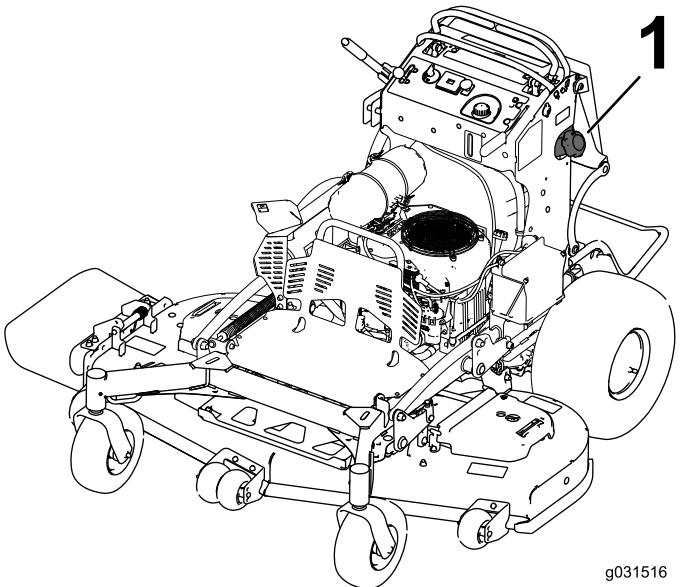

Figure 46
3. Nettoyez la surface autour du bouchon du réservoir de carburant pour éviter que des débris ne tombent à l'intérieur du réservoir (Figure 46).